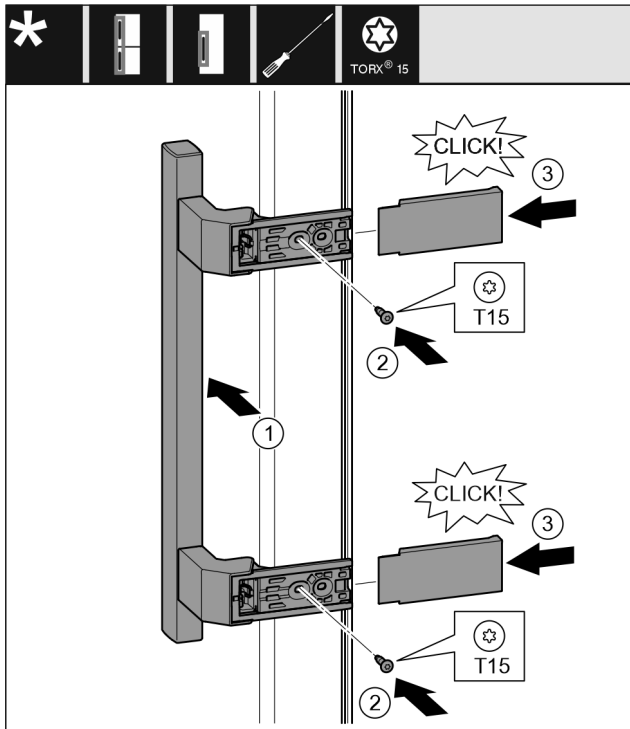

Fig. 20
- ▶ Ročaj namestite na nasprotno stran. Fig. 20 (1)
- ▶ Trdno privijte vijake z izvijačem T15. Fig. 20 (2)
- ▶ Pokrove pristavite ob strani in potisnite gor. Fig. 20 (3)